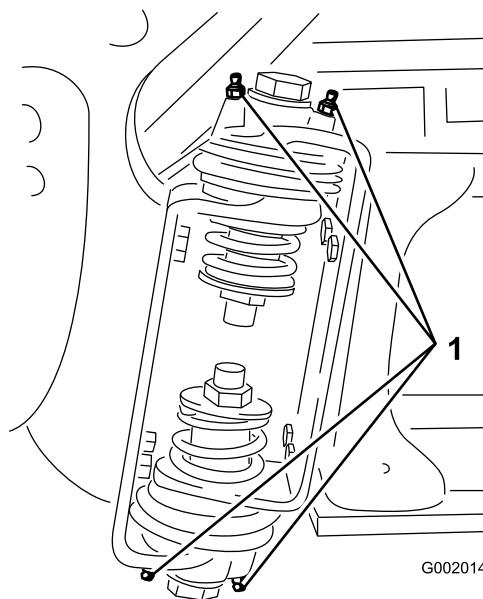

Figura 62
2. Bombee grasa en el cojinete o casquillo de cada punto de engrase (Figura 62).